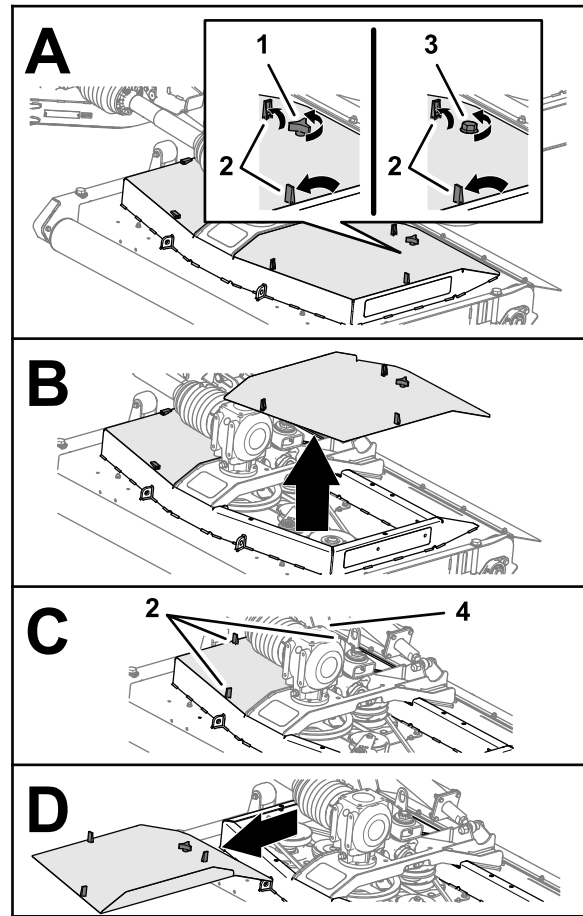

Bild 46
1. Lösen Sie die drei Verriegelungen, mit denen die Abdeckung des Mähwerks befestigt ist (**Bild 46**).
2. Lösen Sie den Sterngriff oder die Schraube (CE-konformes Mähwerk), mit der die Abdeckung des Mähwerks am Mähwerk befestigt wird (**Bild 46**).
4. Wiederholen Sie die Schritte 1 und 2 für die andere Abdeckung (**Bild 46**).